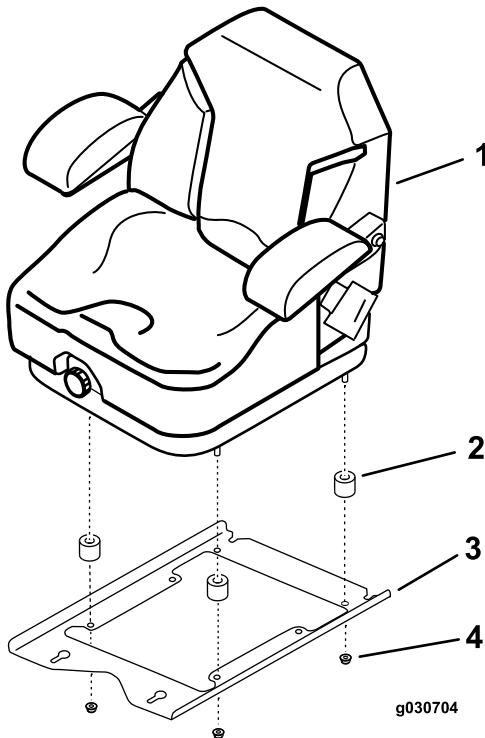

Figure 2
2. Placez une entretoise sur chacun des goujons (Figure 2).
3. Fixez le cadre au siège avec 4 écrous à embase (5/16 po) (Figure 2).